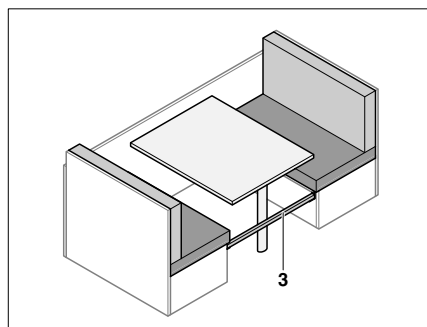

Bild 64 Verstärkungsplatte einsetzen
- Zusatzleiste (Bild 64,3) zwischen die Sitzbänke einsetzen.